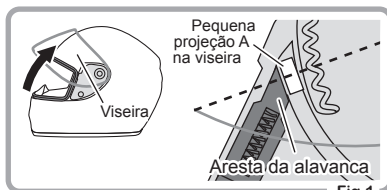

Fig.1
- ① Abra a viseira o mais que puder e, em seguida, alinhe a pequena peça saliente (A) e a aresta da alavanca como se indica na Fig.1.